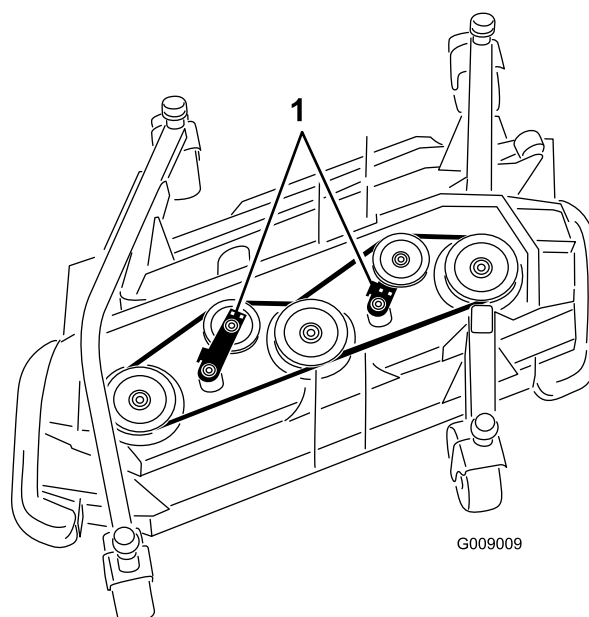

Figure 79
3. À l'aide d'une clé à cliquet ou d'un outil similaire, éloignez les poulies de tension (Figure 79) de la courroie d'entraînement pour détendre cette dernière et pouvoir la déchausser des poulies.